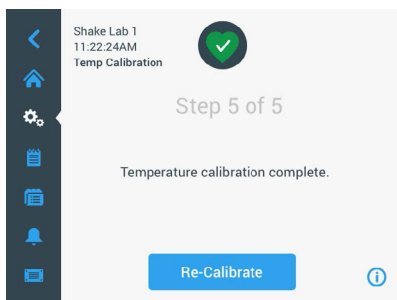

Figura 118: Calibrazione: Calibrazione della temperatura completata con successo
**AVVISO** Se viene selezionata l'opzione H.M.I. dalla lista illustrata nella Figura 118 per aggiornare solo il firmware dell'interfaccia utente, per un periodo che può durare fino a un minuto dopo l'avvio dell'aggiornamento firmware il display dell'interfaccia utente non risponderà ai contatti sull'area attiva del touch-screen. Non spegnere l'agitatore durante questa fase. Altrimenti l'aggiornamento non può essere completato con successo. Dopo un breve intervallo di tempo l'agitatore viene riavviato e quindi è nuovamente pronto al funzionamento.